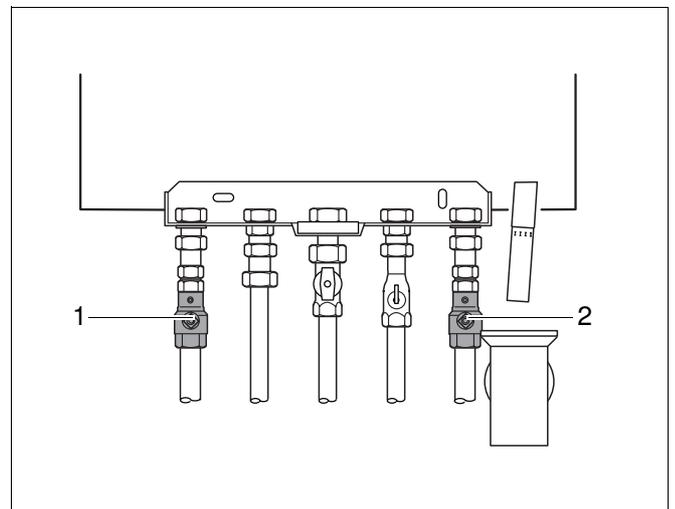

Abb. 13 Wartungshähne (hier: Logamax plus GB122-24K, Überputz)
- Wartungshähne am Vor- und Rücklaufanschluss öffnen (Abb. 13, Pos. 1 und 2).